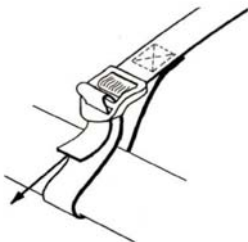

Figura 3
4. Una los extremos más cortos de las tiras de amarre al portador de carga como se muestra en la figura 3.